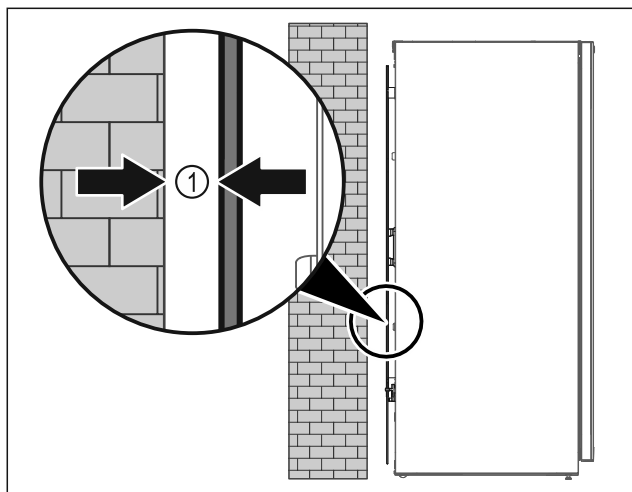

Fig. 7
- ▶ Ställ upp apparaten fritt i rummet eller direkt mot en vägg med ett minimiavstånd på 5 mm Fig. 7 (1) från väggen.